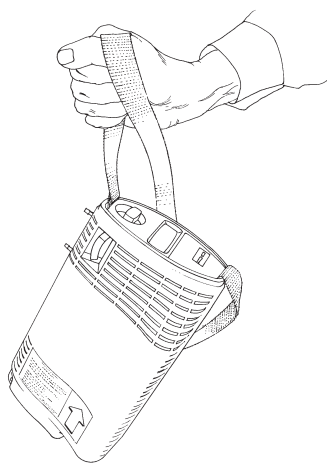

Figura 13
9. Controllare l'indicatore del contenuto di ossigeno (Figura 13). La quantità di liquido presente nell'unità Portatile Companion è misurata per mezzo di un 'indicatore interno di peso posto su un lato dell' unità.